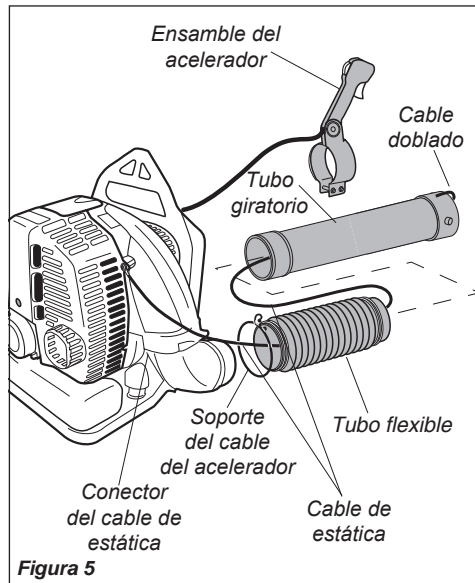

Figura 5
2. Extraiga el cable de estática del paquete y fije las boquillas a la izquierda del tornillo de la tapa del motor. Consulte la Figura 5.
8. Doble el extremo del cable de estática hacia atrás sobre la conexión del tubo giratorio. Consulte la Figura 5.